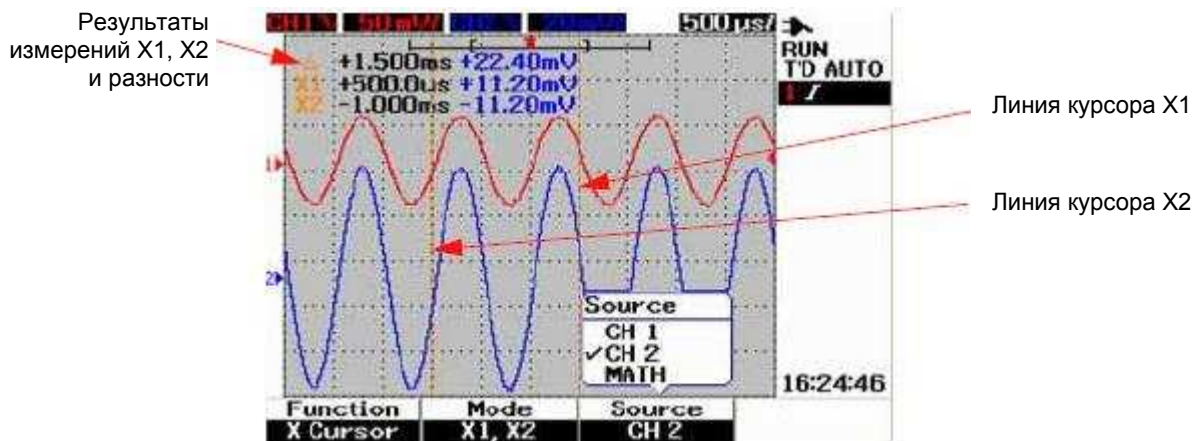

Рис. 3-25 Измерения с курсорами X для сигнала в канале 2 с линиями курсоров X1 и X2
5. На рис. 3-25 показаны результаты измерений для сигнала в канале 2.